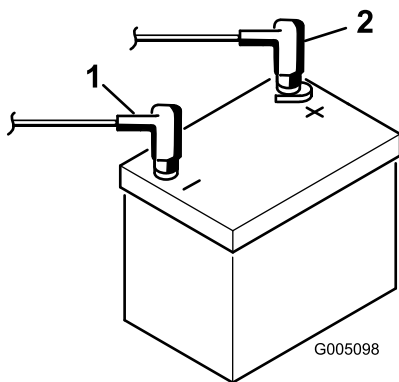

图8
9. 使用螺栓和螺母将正极（红色）接线连接到正极（+）电池端子，负极（黑色）接线连接到负极（-）电池端子（图8）。将橡皮套滑动到正极电池端子上，防止可能发生的短路情况。